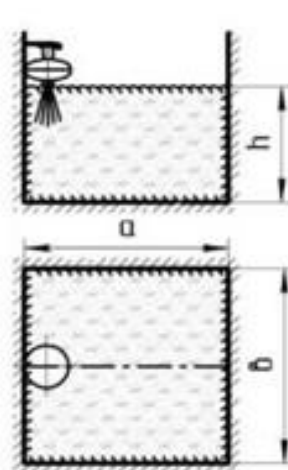

Bild 6
6.6 Die Konfiguration der Pulverausbreitung und die Darstellung der Löschflächen bei der Deckenbefestigung ist auf Bild 4 und den Tabellen 2 und 3, bei der Wandbefestigung auf Bild 6 und in der Tabelle 4 dargestellt.